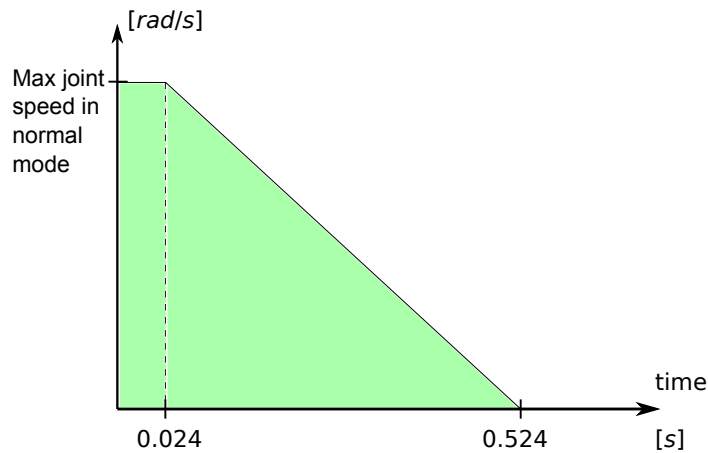

图 2.2: 斜坡下面的绿色区域即制动过程中允许的关节速度。在 0 点处, 安全处理器检测到一个事件 (紧急停止或防护停止)。减速从 24 ms 后开始。
- 安全系统监控是否在 24 ms 内启动制动, 参阅图 2.2。